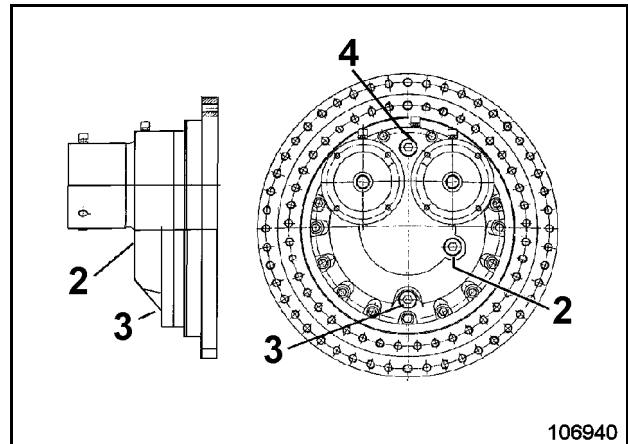

Fig. 3-105:
- Controlar el nivel del aceite en la mirilla (2, Fig. 3-105:). El nivel de aceite debe encontrarse alrededor del centro de la mirilla, en caso dado echar aceite por la abertura para el tornillo de cierre (4). (Para la calidad del aceite consulte el capítulo "LUBRICANTES".)